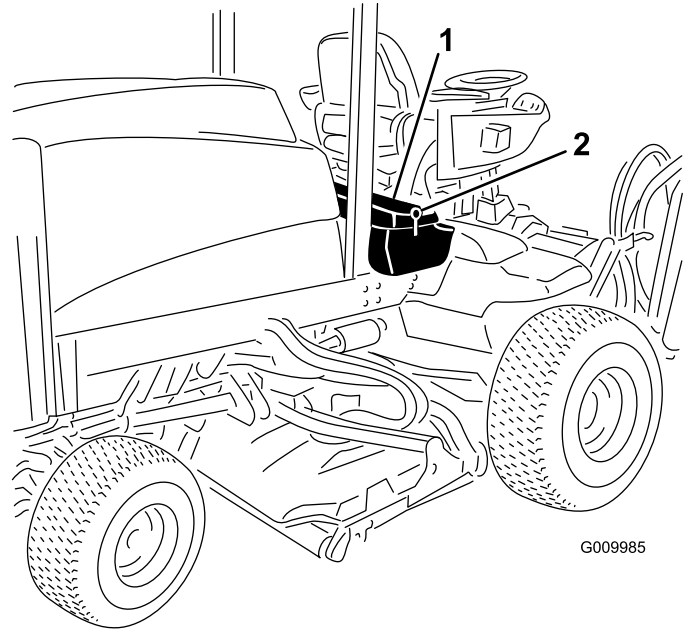

Figura 92
1. Desenganche y levante el panel de la consola del operador (Figura 92).